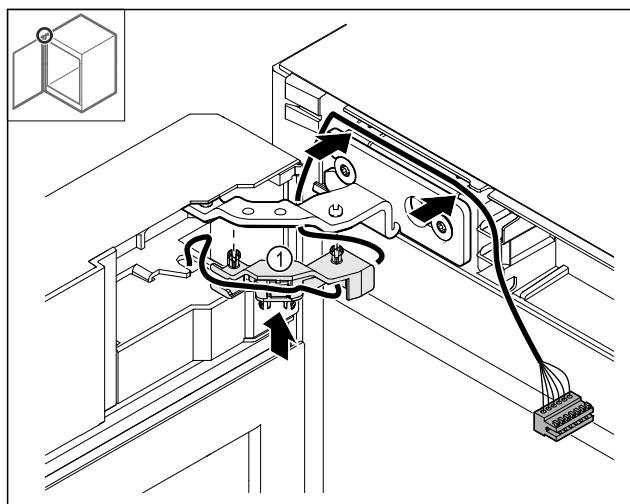

Fig. 48
- Tryck in kabelhållaren Fig. 48 (1) i gångjärnet.